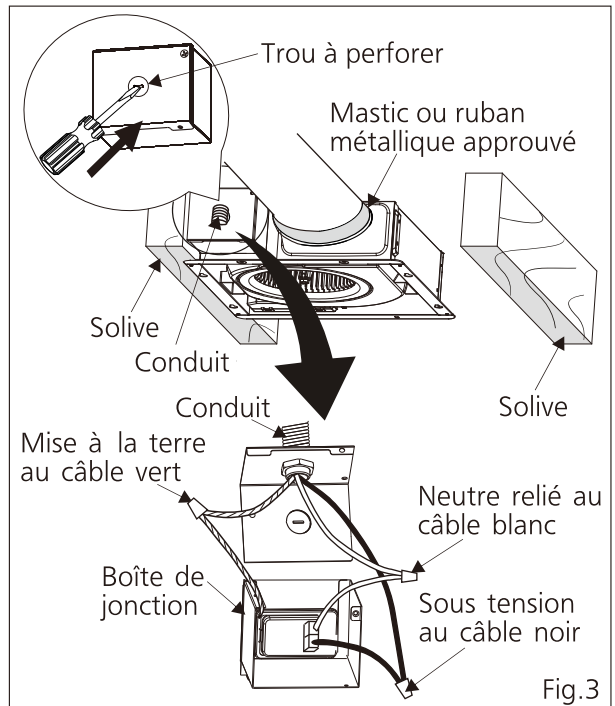

Fig.3
- Retirez le couvercle de la boîte de jonction et fixez le conduit ou le réducteur de tension au trou à perforeur de la boîte de jonction. (Fig.3)
- Reportez-vous au schéma de câblage (P.5), respectez toutes les réglementations électriques en vigueur, ainsi que le Code Électrique Nationale (CEN). Utilisez exclusivement des connecteurs homologués UL et reliez les câbles des connecteurs à ceux du ventilateur. (Fig.3)
- Un conduit circulaire de 102 mm (4 po) est nécessaires pour permettre une connexion correcte à l'adaptateur. Comprimez le conduit d'évacuation circulaire pour l'adapter à l'adaptateur, puis faites-le glisser à l'intérieur de l'adaptateur et sécurisez-le au moyen de pinces ou des attaches et scellez-le avec du mastic ou du ruban métallique approuvé. (Fig.3)